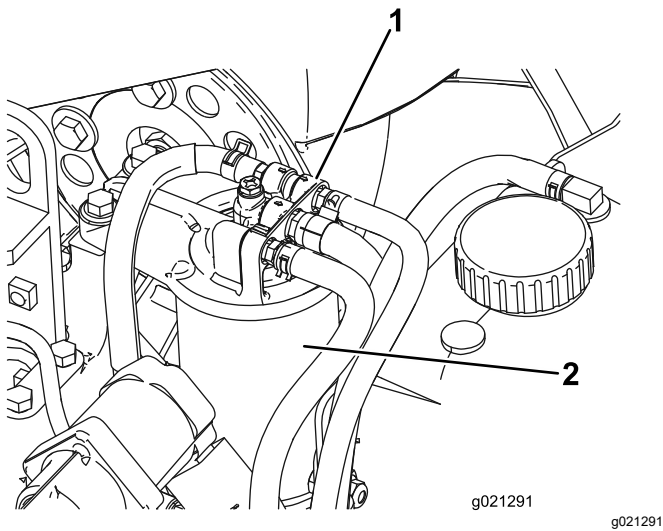

Figura 95
1. Limpie la zona alrededor de la cabeza del filtro de combustible (Figura 95).
2. Retire el filtro y limpie la superficie de montaje de la cabeza del filtro (Figura 95).